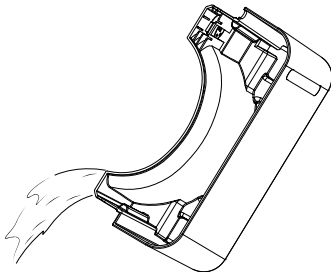

Abb. 3
- ◆ Entleeren Sie den Wassertank ④ in ein Spülbecken (siehe Abbildung 3) und setzen Sie den Wassertank ④ wieder in das Gerät ein. Das Gerät setzt den Betrieb mit dem zuvor gewählten Programm fort.